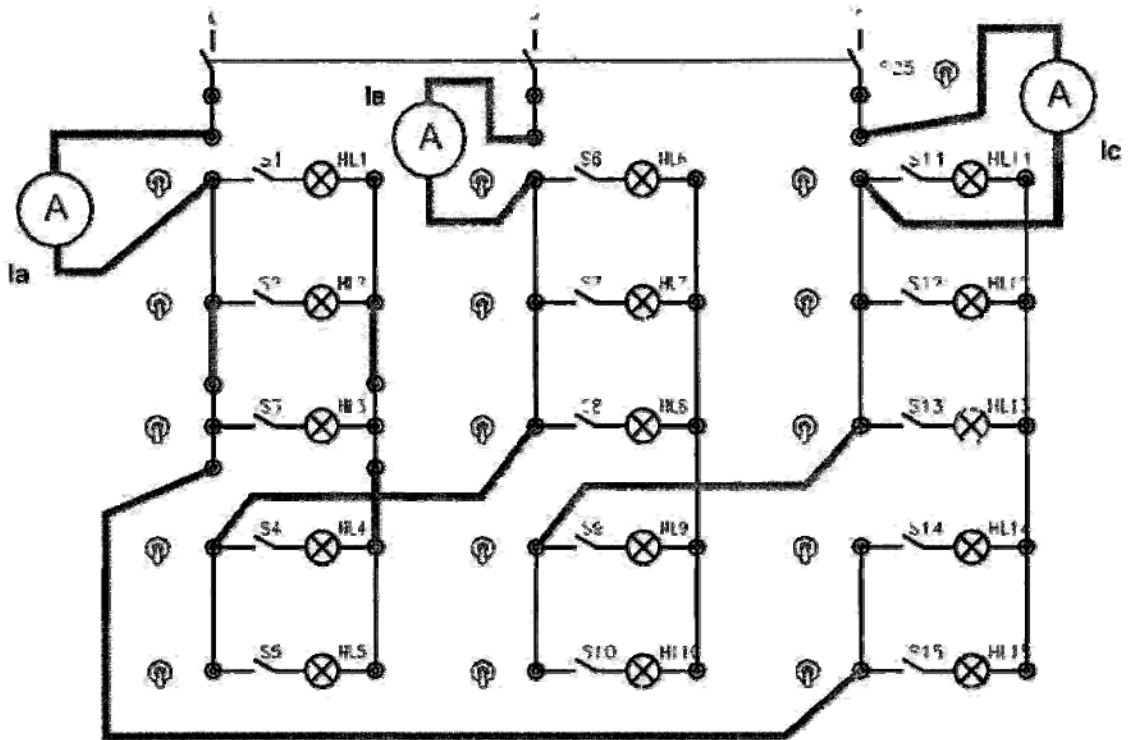

Рис. 23.
- 23.3.2. Собрать и изучить схему электрической цепи (рис. 23.).